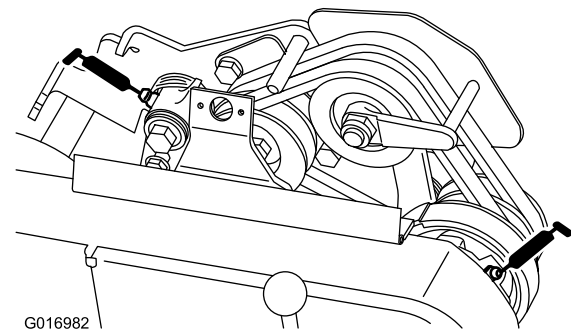

Figure 24
- 2 sur les pivots de renvoi de courroie (Figure 24).